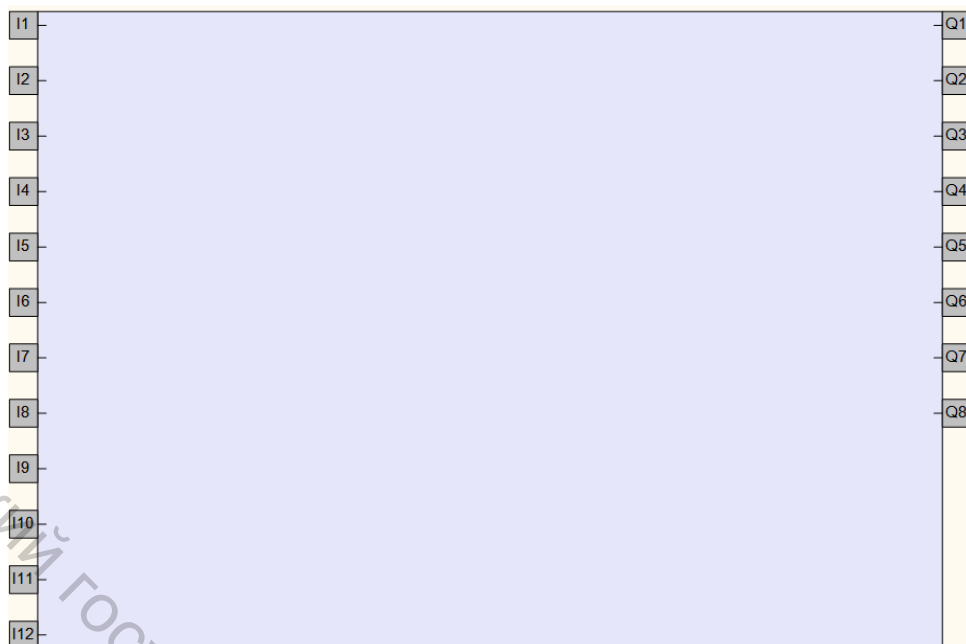

Рисунок 25 – Новое пустое рабочее пространство в OWEN Logic
2.3. Выберите ПР110-24.12Д.8Р. Появится новое пустое рабочее пространство (рис. 25).